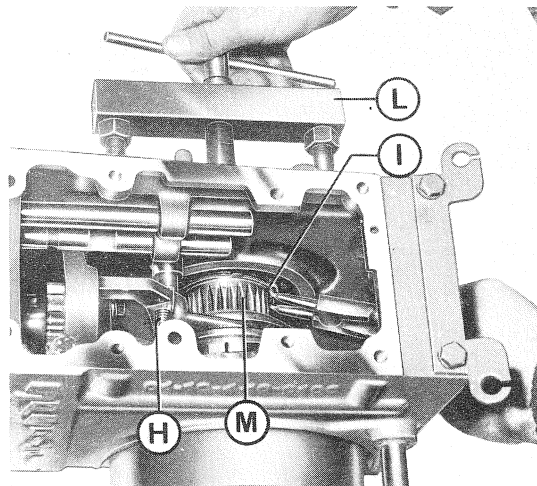

Fig. 3
- 3) Staccare la molla **H** (fig. 3).
Dall'apertura lasciata dalla campana aprire il seeger **I** e contemporaneamente estrarre, tramite l'estrattore **L**, il planetario **M** (vedi fig. 3).
N.B. - Inserire sull'albero centrale del differenziale, i seeger di ancoraggio planetari **I** (fig. 3) prima di montare cuscinetti, seeger e anelli paraolio perché, in caso contrario, non riusciremmo più ad effettuare il loro montaggio.